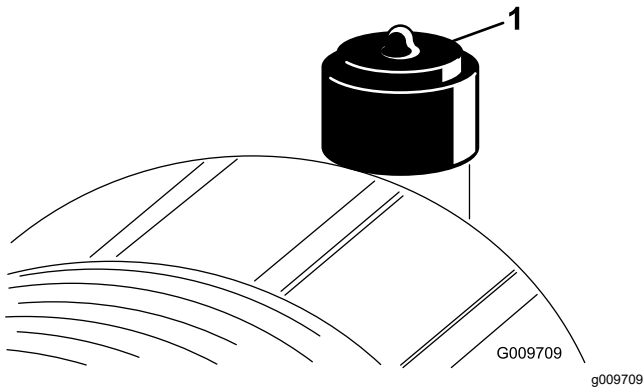

Bild 42
Warten Sie den Luftfilter nur, wenn die Wartungsanzeige dies angibt (Bild 42). Das frühzeitige Auswechseln des Luftfilters erhöht nur die Gefahr, dass Schmutz in den Motor gelangt, wenn Sie den Filter entfernen.
2. Stellen Sie die Anzeige (Bild 42) zurück, wenn sie auf Rot steht.